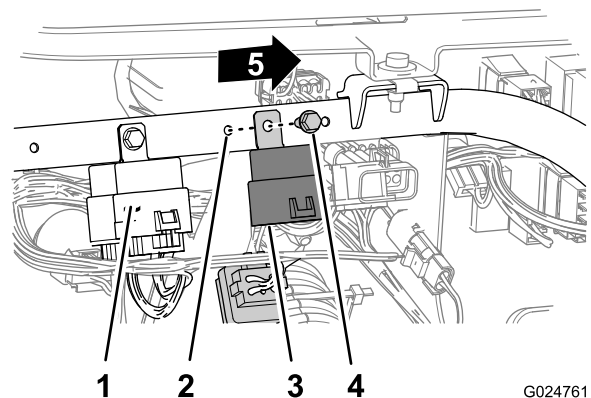

図 37
1. フロント・デファレンシャル・リレーについている穴を、ダッシュ支持チューブ機体についている既存のリレーの車体幅外側の穴に合わせる 図37。
2. 機体にリレーを固定する 図37六角ワッシャヘッドボルト1/4 x 5/8 インチ1本を使用する。